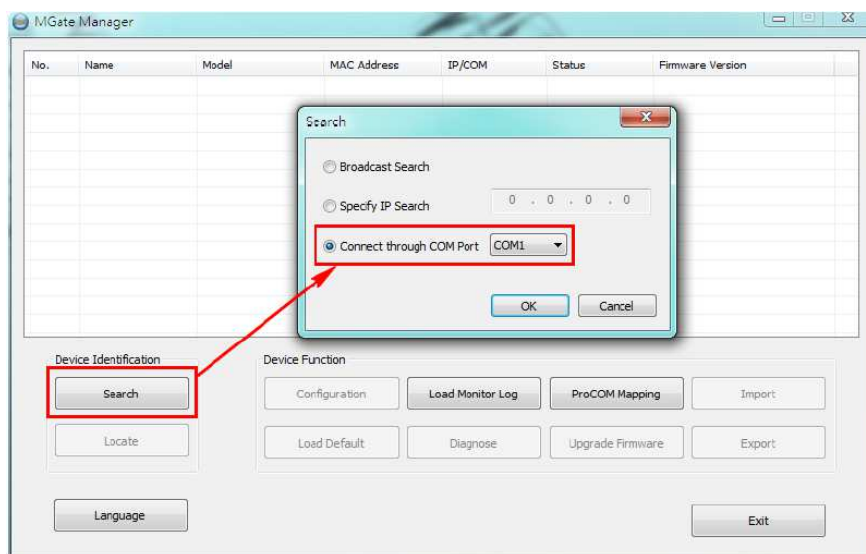

Рис.29
2.1.2 Запустите программу **MGate Manager** и найдите устройство MGate 4101-MB-PBS (смотрите Рис.29):